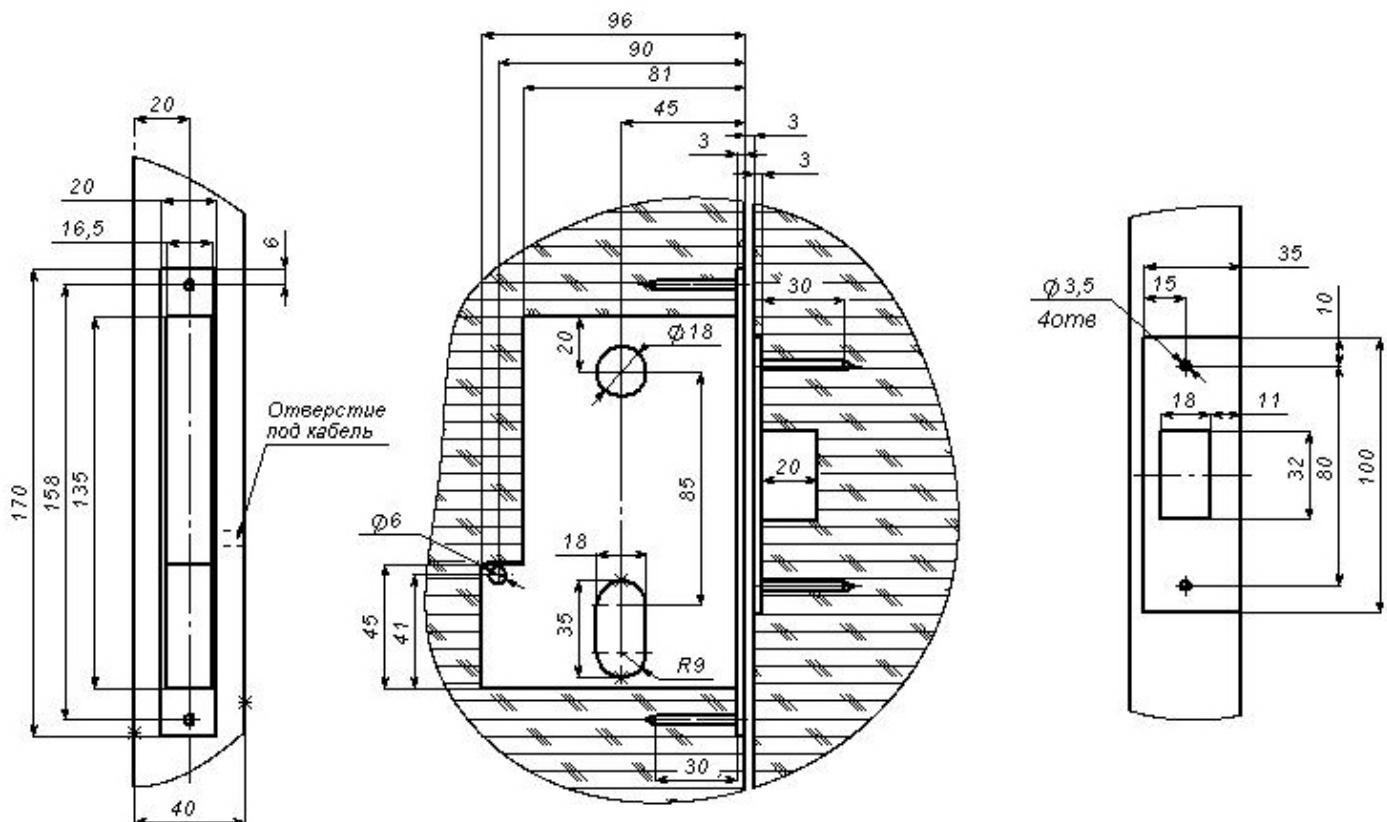

Рис.3 Разделка отверстий под замок
Разделка отверстий под установку замка 1, механизма секретности, ручки, паза под накладку 2 в двери и паза под запорную планку 8 в дверной коробке должны соответствовать рисунку 2 и прилагаемому шаблону (рис.3).
- 1) Выполните в двери разделку в соответствии с разметкой (размеры - на рис.3);
- выполните выборку установочного паза в дверной коробке в соответствии с разметкой по рис.3;
планки (рис.3) должен быть расположен строго симметрично относительно поперечного сечения ригеля замка;